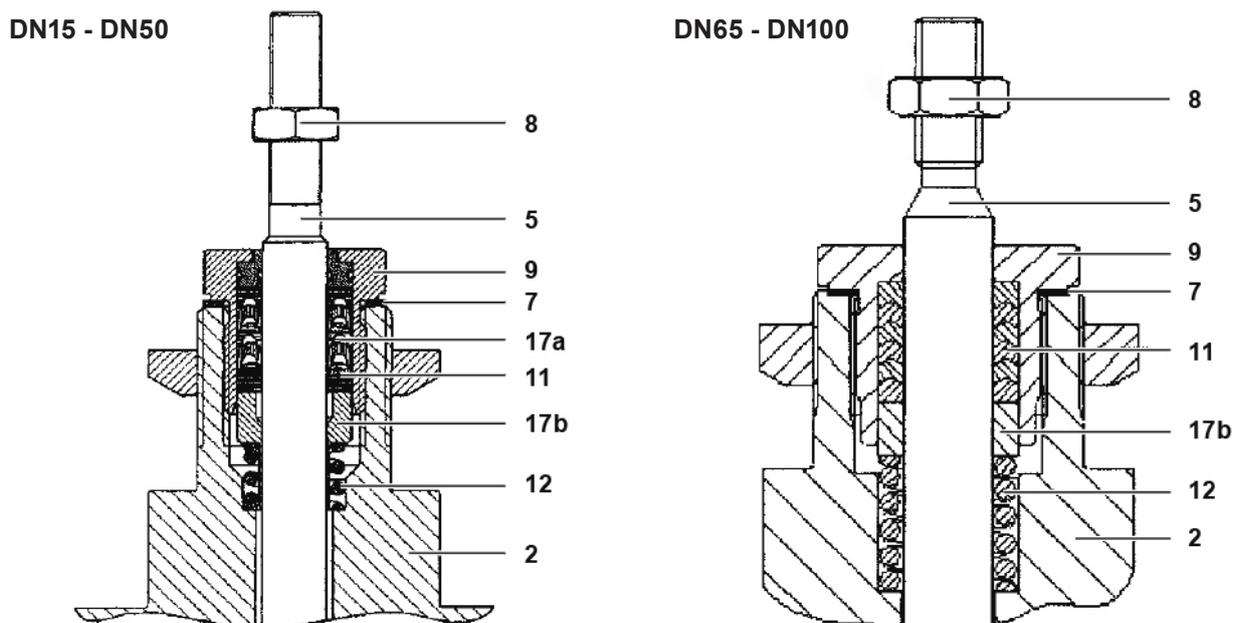

Fig. 6
- f) Pour remplacer l'ensemble d'étanchéité, monter d'abord le ressort sur la tige de vanne, et replacer le joint d'écrou des garnitures (7). La bague supérieure (17a uniquement pour les vannes DN15-DN50), le nouvel ensemble de garniture d'étanchéité (11) et la bague inférieure (17b) doivent être fermement insérés dans l'écrou des garnitures (9), comme indiqué sur la Fig. 6. Éviter d'endommager les surfaces des garnitures. Revisser l'écrou des garnitures (9) sur la tige de vanne, en s'assurant que le joint est correctement logé dans le chapeau. Serrer suivant le couple de serrage recommandé (voir Tableau 1, page 22).
- g) S'assurer que la tige de vanne (5) se déplace librement.
- h) Remettre l'écrou de blocage (8).
4.2.3 Procédure pour le remplacement de la tige, du clapet et des sièges sur les vannes de mélange (se référer aux Fig. 6 et 8)
4.2.4 Procédure pour le remplacement de la tige, du clapet et des sièges sur les vannes de répartition (se référer aux Fig. 6, 7 et 9)